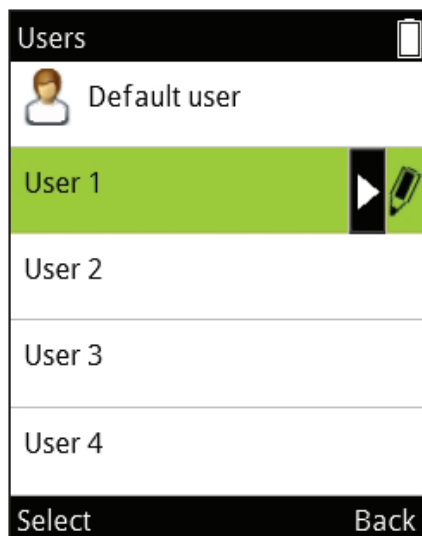

Figura D55.
3. Viene visualizzato un elenco di cinque slot Utenti (Figura D55).